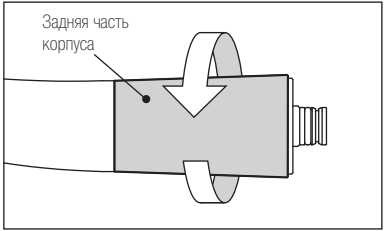

Рис. 11
- 1) Аккуратно открутите и снимите заднюю часть корпуса наконечника (Рис. 11).